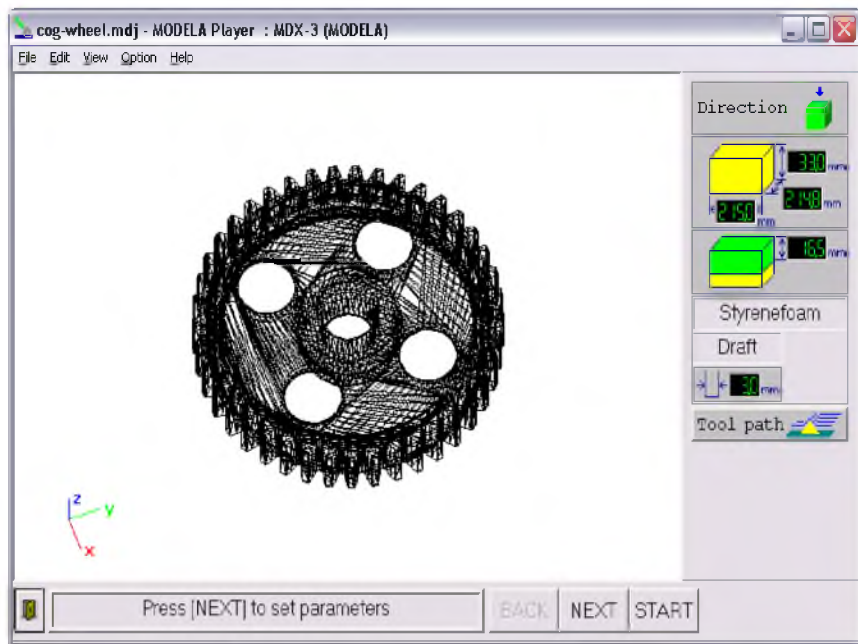

Рис. 3. Модель зубчатого колеса
3. С помощью команды **Open** меню **File** найдите STL-файл детали, созданный ранее в программе Компас и редактированный в программе Блокнот, и откройте его. На экране появится изображение модели, описанное с помощью треугольников (пример модели зубчатого колеса показан на рис. 3). Модель будет импортирована и расположена в той же системе координат, в какой и была построена, при этом возможно, что деталь будет расположена таким образом, что обрабатываемая поверхность будет расположена параллельно к плоскости обработки (см. рис. 4)